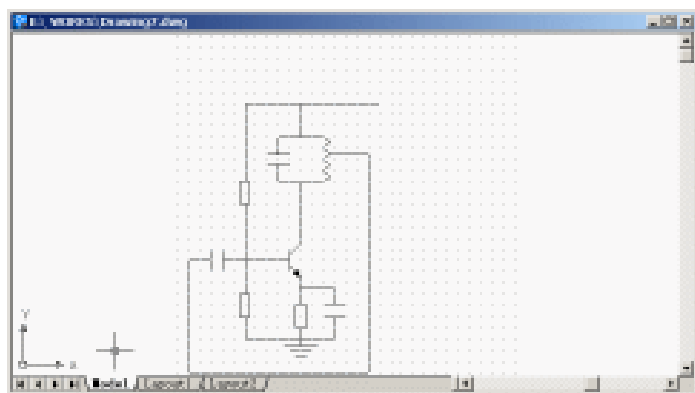

图 7.9 绘制电感
(7) 用 SPLINE 命令绘制电感，并用 LINE 命令补全电路，如图 7.9 所示。